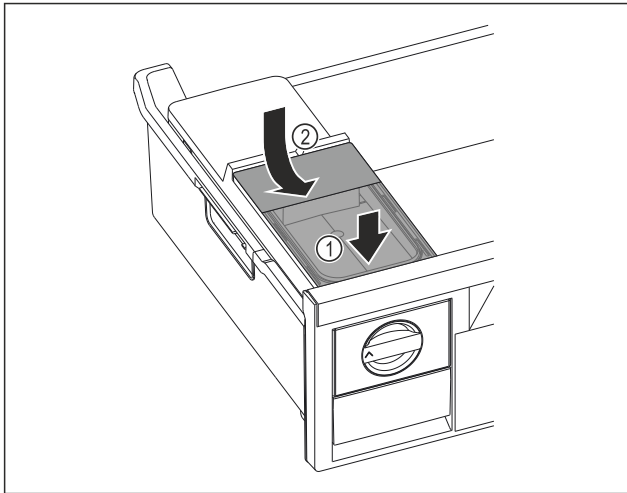

Fig. 152
- ▶ Watertank aan de voorkant plaatsen. Fig. 152 (1)
- ▶ Watertank aan de achterkant laten zakken. Fig. 152 (2)